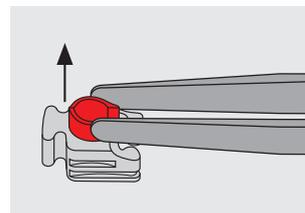

Fig. 1
- Hinweise:** Die Mini-SG® Tuning-Matrize wird mit dem gelben Einsatz (= geringste Friktionsleistung) ausgeliefert. Die drei weiteren Einsätze sind beigefügt. Wechseln der Friktions-Gleiteinsätze ist nur mit einer Pinzette möglich (Fig.1 / Best.-Nr. 070347)!
Hinweise: Die Mini-SG® Tuning-Matrize wird mit dem gelben Einsatz (= geringste Friktionsleistung) ausgeliefert. Die drei weiteren Einsätze sind beigegefügt. Wechseln der Friktions-Gleiteinsätze ist nur mit einer Pinzette möglich (Fig. 1)!